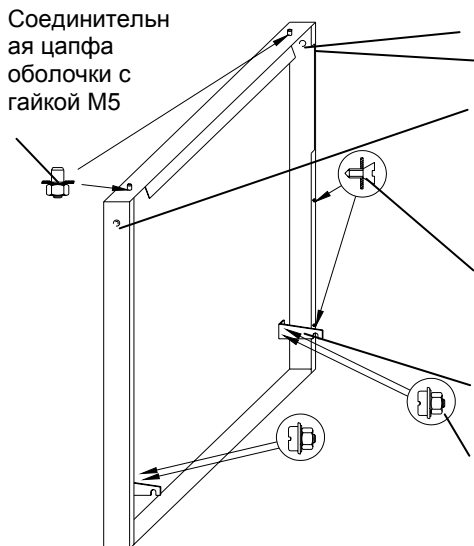

Рис. 11 Боковая часть оболочки
2. По рис. 11 установить на боковые части оболочки соединительный материал и прикрепить консоли